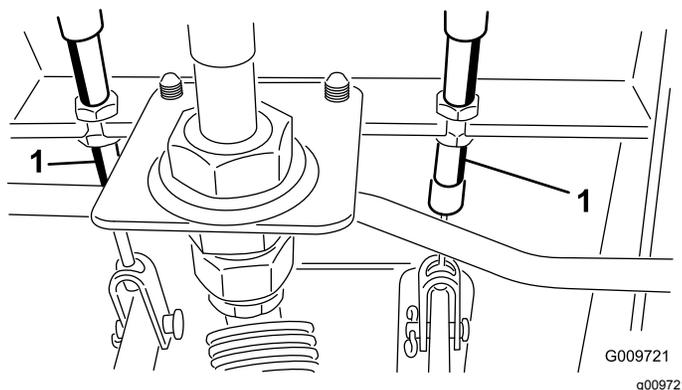

Рисунок 80
- A. Отпустите переднюю гайку на резьбовом конце гибкого тросика тормоза (Рисунок 80).